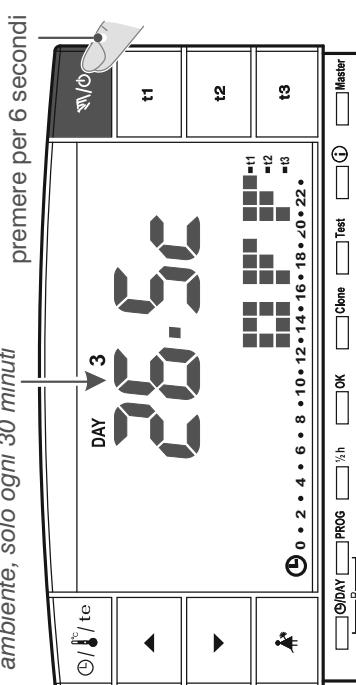

fig. 59
- Per attivare la funzione mantenere premuto il tasto “” (circa 6 sec.) sino alla comparsa sul display della scritta **OFF**, ad indicare che il cronotermostato è disattivato (esempio in fig. 59).